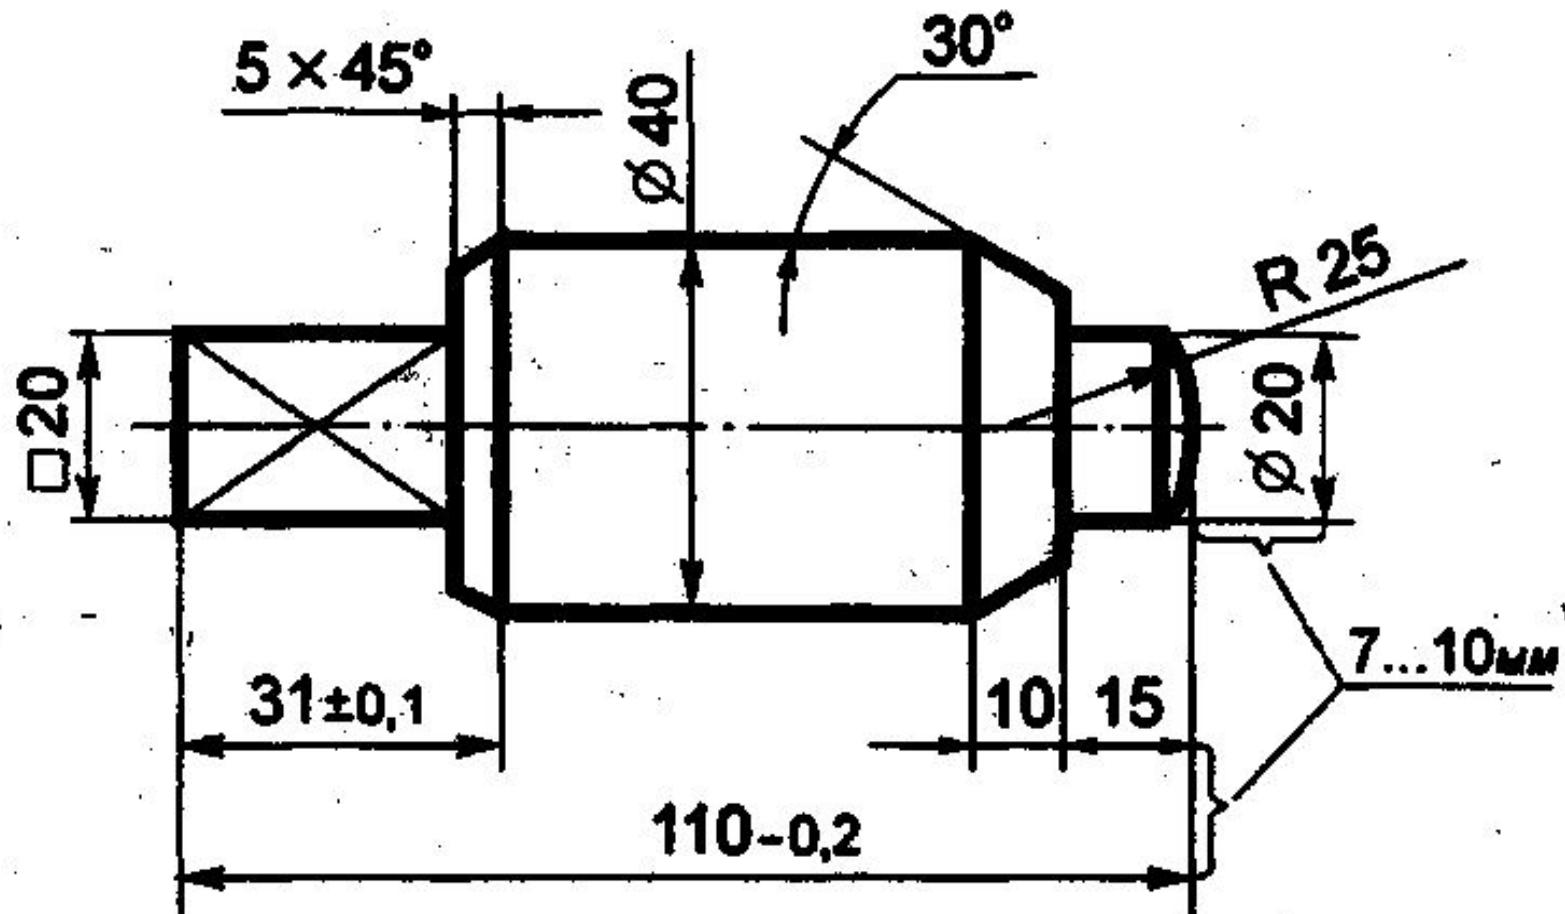

Рис. 4
- Величину изображённой детали можно определять только по размерным числам. Их наносят над размерными линиями возможно ближе к их середине (рис. 4)
- Размерные линии ограничивают стрелками, которые остиём должны касаться выносных линий (размеры 110, 30, 15, $\varnothing 20$ и другие на рис. 4), линий контура (размер $\varnothing 40$) или осевых линий.
- Чтобы размерные линии не пересекались с выносными, меньший размер наносят ближе к изображению, а больший - дальше (размеры 15, 30 и размер 110 на рис. 4).
- Линейные размеры на машиностроительных чертежах указывают в миллиметрах; если размеры нанесены у изображений, то единицы измерений (мм) не проставляют (см. рис.4).
- Для обозначения радиуса перед размерным числом всегда наносят знак R - латинская прописная буква (см. рис. 4). Стрелку наносят с одной стороны (см. рис. 9)